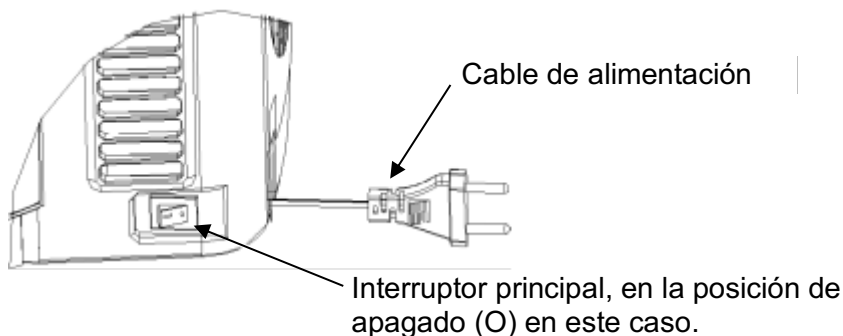

Figura 10
12. Tape el dispensador con la cubierta superior (consulte la etiqueta en la cubierta para más detalles). Enchufe el cable de alimentación al tomacorriente y accione el interruptor a la posición (-) para encender el dispensador de cerveza. Para apagar el dispensador sólo apriete el interruptor en la posición (O) y luego desenchufe el cable de alimentación (como se muestra en la Figura 10).